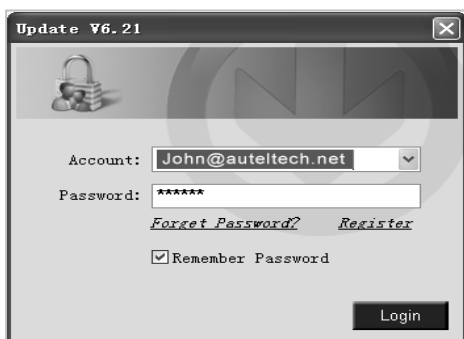

Figure 9.2
- 1) Lancer **Mise à jour Autel** dans le programme **PC Suit**. Attendre l'ouverture de la fenêtre d'accès. (Figure 9.2)